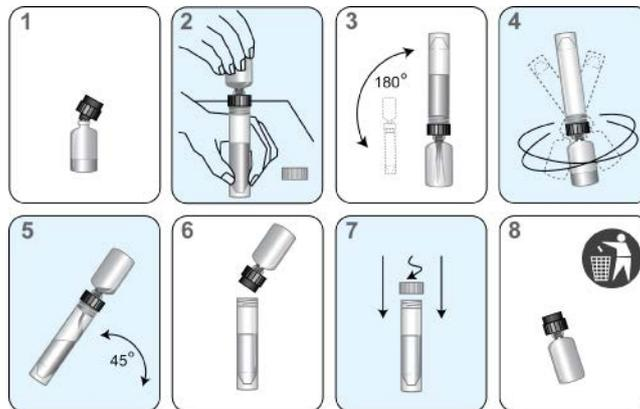

Figura 5. Proceso de reconstitución de los reactivos
- ii. Inserte firmemente el extremo ranurado del collar de reconstitución (negro) en el vial (Figura 5, paso 1).
- iv. Ponga el frasco de solución de reconstitución sobre una superficie estable (p. ej., un banco). A continuación, invierta el vial de reactivo liofilizado sobre el frasco de solución de reconstitución y acople firmemente el collar en el frasco de solución de reconstitución (Figura 5, paso 2).
- v. Invierta lentamente los frascos acoplados (el vial acoplado al frasco de solución) para permitir que la solución pase al vial de cristal (Figura 5, paso 3).
- vi. Agite los frascos acoplados durante un mínimo de 10 segundos (Figura 5, paso 4).
- c. Inclíne lentamente de nuevo los frascos acoplados para hacer que toda la solución vuelva al frasco de solución de reconstitución (Figura 5, paso 5).
- d. Retire con cuidado el collar de reconstitución y el vial de cristal (Figura 5, paso 6).
- e. Vuelva a tapar el frasco. Registre las iniciales del usuario y la fecha de reconstitución en la etiqueta (Figura 5, paso 7).
- f. Deseche el collar de reconstitución y el vial de cristal (Figura 5, paso 8).